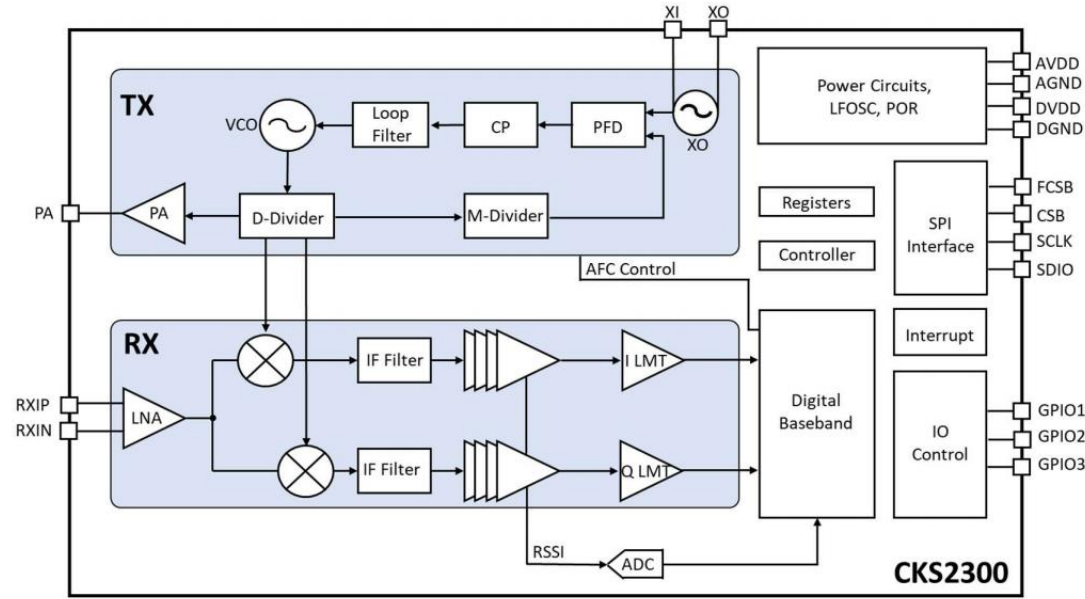

图2 CKS2300 系统架构示意框图
CKS2300 是一款超低功耗、高性能、是数字模拟一体化射频收发器，可覆盖 127- 1020MHz 频段，并支持OOK, (G)FSK 调制方式。作为Sub-1G 产品线系列产品，CKS2300 内部集成发射通道、接收通道以及数字基带信号处理等电路，其高度集成显著减少外围元件，降低系统设计的复杂度。CKS2300 芯片的系统架构示意框图如图 2 所示。